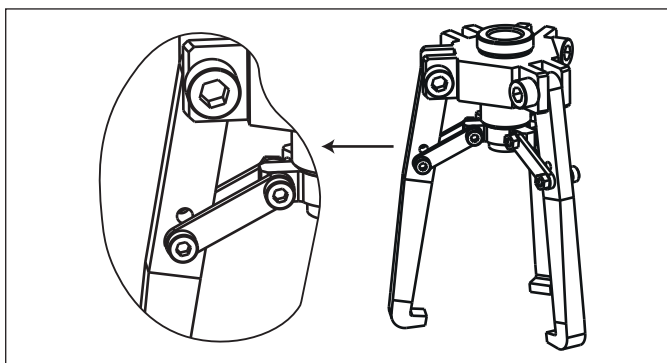

図3: 標準ジョーの取り付け詳細、外部構成
- ジョーを外部構成で使用するには、下側の穴を使用します。図3を参照してください。